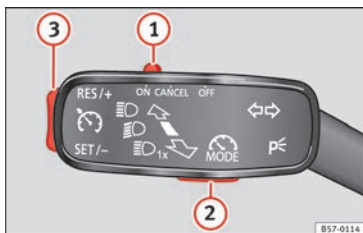

Abb. 180 Links von der Lenksäule: Hebel und Tasten zur Bedienung des Geschwindigkeitsbegrenzers.
Wenn Sie den Geschwindigkeitsbegrenzer – beispielsweise zum Überholen – vorübergehend deaktivieren möchten, bringen Sie den Schalter » Abb. 180 ① des Blinkerhebels in die Stellung **CANCEL** oder bringen Sie den dritten Hebel zum Druckpunkt **CANCEL** oder drücken Sie die Taste ② eines der beiden Hebel.